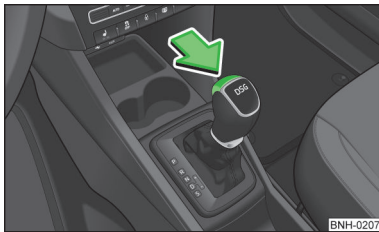

Abb. 94
Vor dem Einlegen des Modus **R** aus dem Modus **P** oder **N** muss das Bremspedal getreten und gleichzeitig die Sperrtaste gedrückt werden » Abb. 94.
Vor dem Einlegen des Modus **S** aus dem Modus **D** muss die Sperrtaste gedrückt werden » Abb. 94.
Der Wählhebel wird gelöst, indem das Bremspedal getreten und gleichzeitig die Sperrtaste gedrückt wird » Abb. 94.
- » Die Sperrtaste drücken und gedrückt halten » Abb. 94 auf Seite 104.